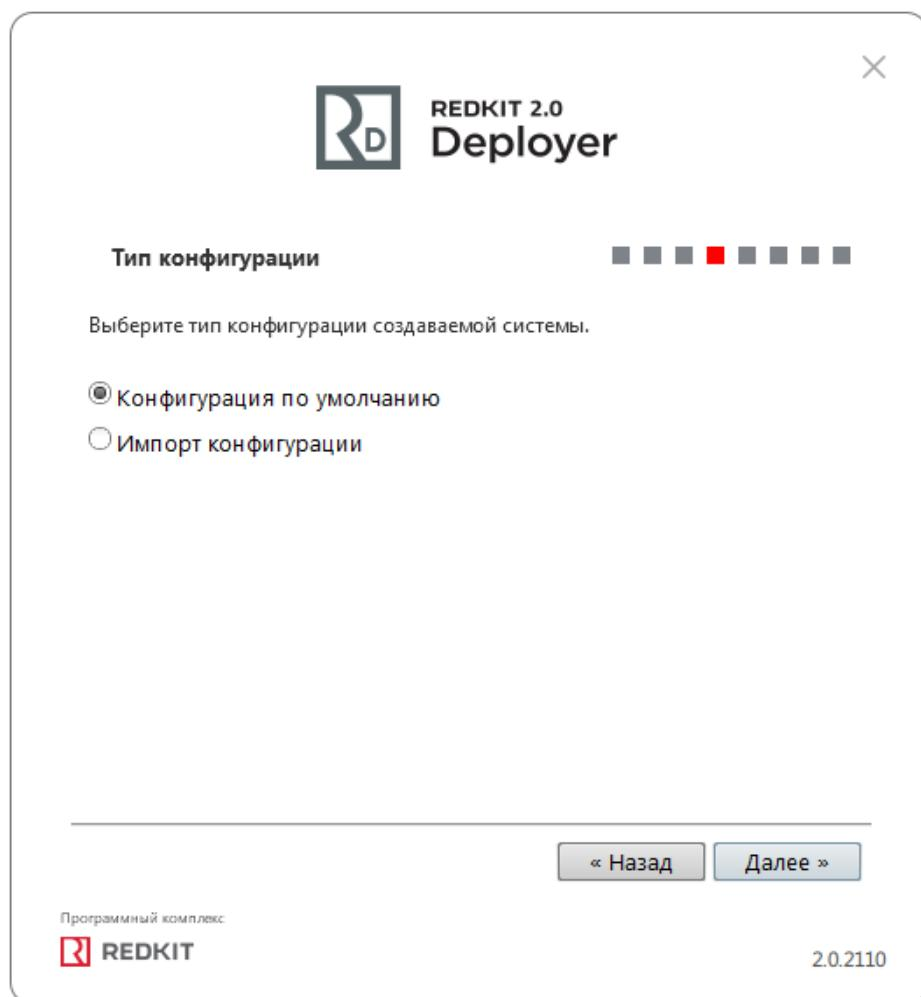

Рисунок 72 - Тип конфигурации
10. Выберите тип конфигурации "Конфигурация по умолчанию" и нажмите "Далее" (Рисунок 72).